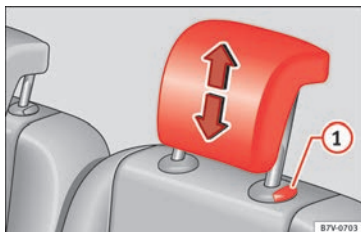

Fig. 150 Ajuste del apoyacabezas de la segunda o tercera fila de asientos.
- Suba el apoyacabezas en la dirección de la flecha o bájealo » **fig. 149** o » **fig. 150** **1** al pulsar el botón » **Δ en Desmontar y montar los apoyacabezas de la pág. 156.**